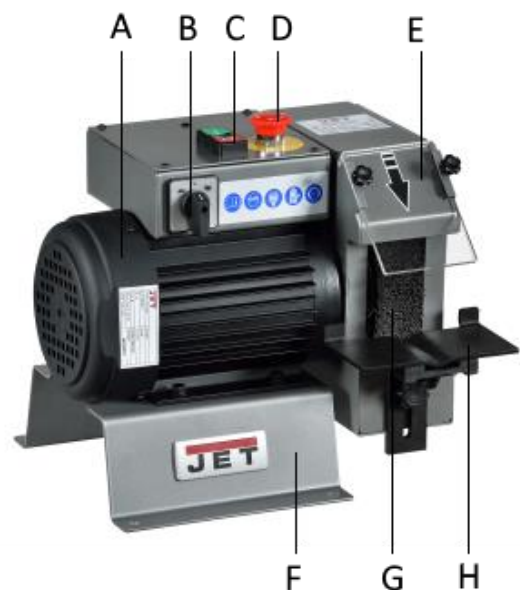

Рис.1
1. Нажмите кнопку «вкл.» для пуска двигателя С (Рис. 1) для подачи напряжения на двигатель.
2. Скорость двигателя управляется переключателем скорости В (Рис. 1). Низкая скорость составляет 1400 об/мин. Высокая скорость составляет 2800 об/мин. Станок не будет работать при выборе положения OFF (Выкл).
3. Поместите деталь на опорный стол Н (Рис.1), приготовьтесь зачистить ее острые края.
5. Выключите станок нажатием на кнопку «выкл.» (Рис. 1)
6. Нажатием кнопки аварийного останова D (Рис. 1) оператор может быстро выключить станок при выполнении работ на нем; для повторного пуска станка необходимо слегка повернуть ее против часовой стрелки для возврата в исходное положение, и затем снова нажать кнопку «Пуск».